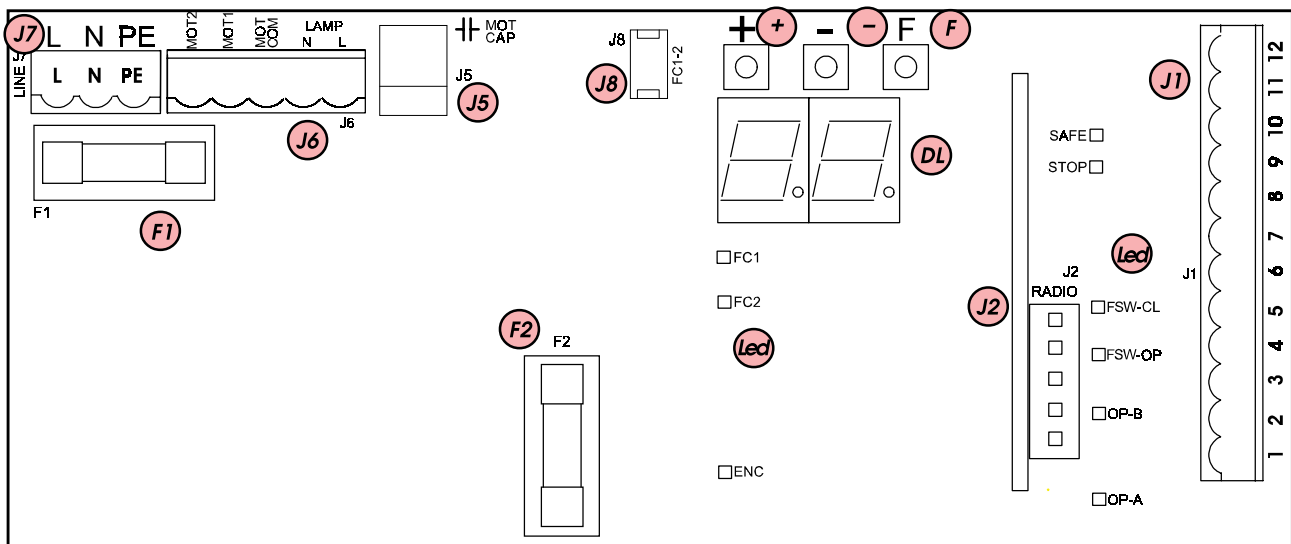

Рис. 22
- Присоединить кабель заземления к клемме J7 разъема панели и к втулке в панели управления (рис. 22 и 40).
Защитные предохранители	2 (см. рис. 22 и пар. 5.3)